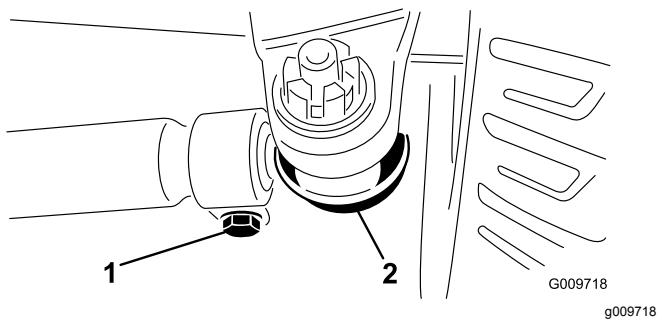

Bild 64
- Entfernen Sie zur Anpassung des Abstands den Splint und die Mutter, von einem der Spurstangen-Kugelgelenke. Entfernen Sie das Spurstangen-Kugelgelenk vom Achsständer (Bild 64).
- Lockern Sie die Klemmen an beiden Enden der Spurstangen (Bild 64).